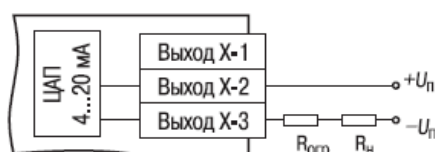

Рис. 20
8.3.2.1. ЦАП 4...20 мА (маркировка И). Схему подключения см. на рис. 20).